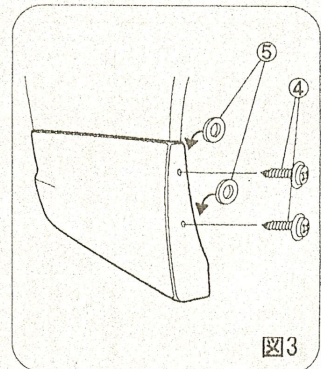
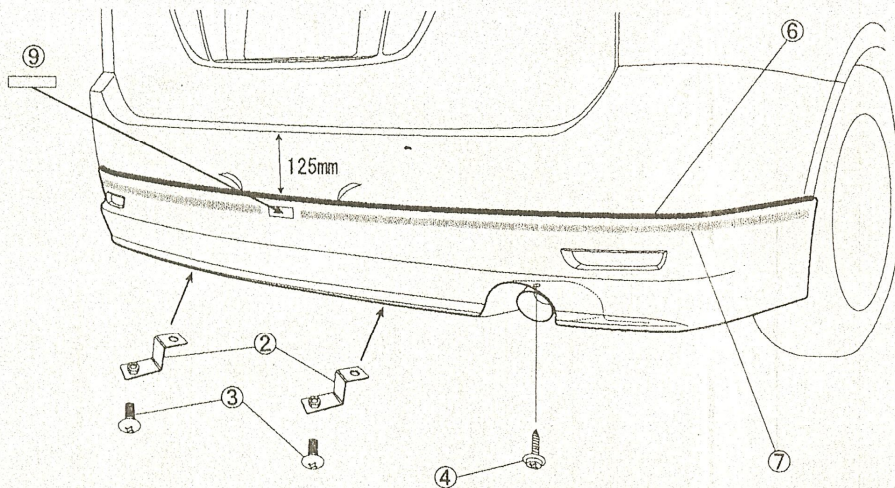

図3
図1
- ⑦両面テープを貼り付ける。(図1参照)
- ⑦両面テープの離型紙を切れ目より少し捲くり、剥がし易いように表面側に出しテープ等で留めておく。
- ①製品本体をリヤバンパーにかがせ、マーキング位置に合わせる。
- ①製品本体を浮かせ離型紙を引っ張りながら徐々に剥がしつつ、中央部からタイヤ側に向かって押し当てながら浮きの無いように貼り付ける。
- ①製品本体の穴位置よりリヤバンパーにケガキ針で印をつけ、①製品本体とリヤバンパーの間に⑤ゴムワッシャーを入れ、④タッピングスクリューで締付する。<左右4ヶ所>(図3参照)
- ①スポイラーと②ロワーブラケットを③M6トラスボルトで取り付ける。
- ①製品本体のマフラー上部の取り付け穴より④タッピングスクリューを締め付ける。(図1参照)
- ⑨ネームプレートを貼り付ける。